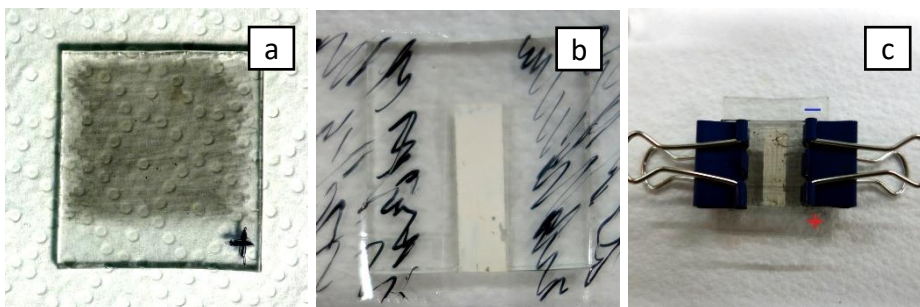

Abbildung 4
1. Stelle eine Graphit-Elektrode her, indem du die leitfähig beschichtete Seite der Glasscheibe bis auf einen Randstreifen mit einem weichen Bleistift bemalst. (Abb. 4 a)
2. Zum Schutz vor Kurzschlüssen: Beklebe den unbeschichteten Rand der TiO₂-Elektrode mit Klebefilm. (Abb. 4 b)
4. Verwende zwei Foldback-Klammern um die Glasscheiben dauerhaft zusammenzuhalten. (Abb. 4 c)